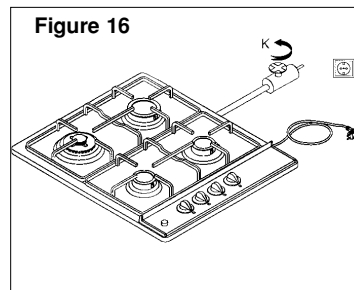

Figure 16
1. Débrancher l'appareil (figure 16)